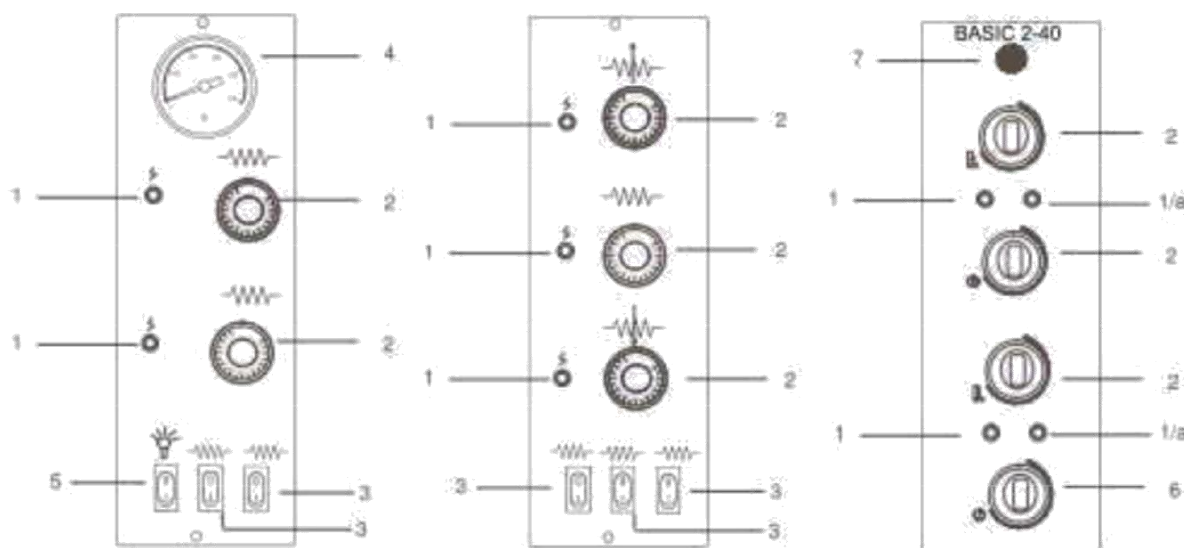

РИС. 1 Панель управления RESTO' РИС. 2 Панель управления RESTO' 2/50 РИС. 3 Панель управления RESTO' 2/40
Панель управления установлена на передней панели печи, как показано на РИС. 1.
ОБОЗНАЧЕНИЯ РИС. 1 – РИС. 2 – РИС. 3
- 3) Перевести нагревательные элементы (**РИС. 1; 2 п. 3**) в **поз. 1**; Для печи 2/40: нажать кнопку общего выключателя (**РИС. 3 – п. 7**);
- 4) Активировать работу резисторов путем установки термореле (**РИС. 1; 2; 3 - п. 2**) на температуру 150 °С, которая отображается на ручке. Соответствующие красные сигнальные лампы, означающие работу резисторов, включатся;
- 6) Деактивировать работу резисторов путем установки термореле (**РИС. 1; 2; 3 - п. 2**) в **поз. 0**, соответствующие сигнальные лампы выключаются; Для печи 2/40: нажать на кнопку общего выключателя и выключить нагревательные элементы;
- 8) Закрыть дверцу и повторить процесс, описанный в Разделе 4), установив термореле (**РИС. 1; 2 п. 2**) на температуру **400 °С**, которая отображается на ручке; Для печи 2/40: установить термореле (**Рис. 3 – п. 2**) на температуру 350 °С.
- 10) Отключить резисторы путем установки термореле (**РИС. 1; 2; 3 - п. 2**) в **поз. 0**.
- 2) Перевести нагревательные элементы (**РИС. 1; 2 п. 3**) в **поз. 1**; Для печи 2/40: нажать кнопку общего выключателя (**РИС. 3 – п. 7**);
- 3) Активировать работу резисторов путем установки термореле (**РИС. 1; 2; 3 - п. 2**) на желаемую температуру, которая отображается на ручке. Соответствующие красные сигнальные лампы, означающие работу резисторов, включатся;
- 4) Как только будет достигнута желаемая температура (см. **п. 9**) данного раздела), отображаемая на термометре (**РИС. 1 – п. 4**), можно закладывать пиццу для выпекания;
- 6) Для освещения внутренней части пекарной камеры нажать выключатель лампы печи (**РИС. 1 – п. 5**);
- 1) Выключите печь путем перевода выключателей, которые активируют резисторы (**РИС. 1; 2 – п. 3**), и ручки регулирования термореле (**РИС. 1; 2 – п. 3**) в **поз. 0**;